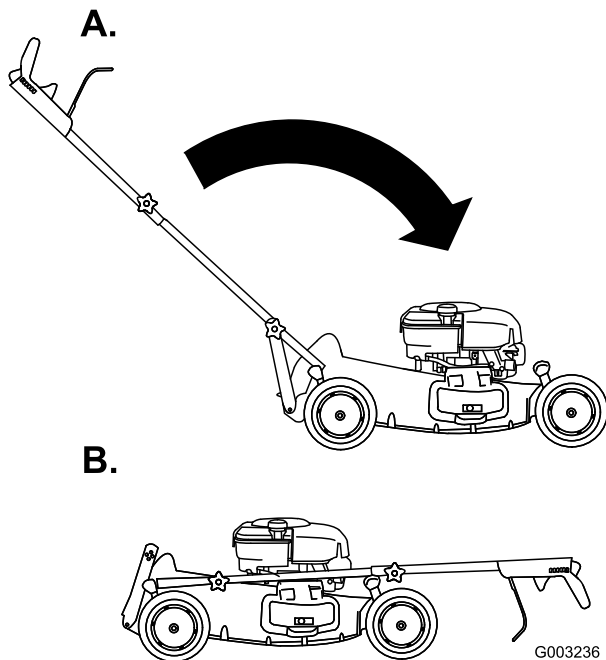

Figure 42
3. Pliez la partie supérieure du guidon en avant (Figure 42).